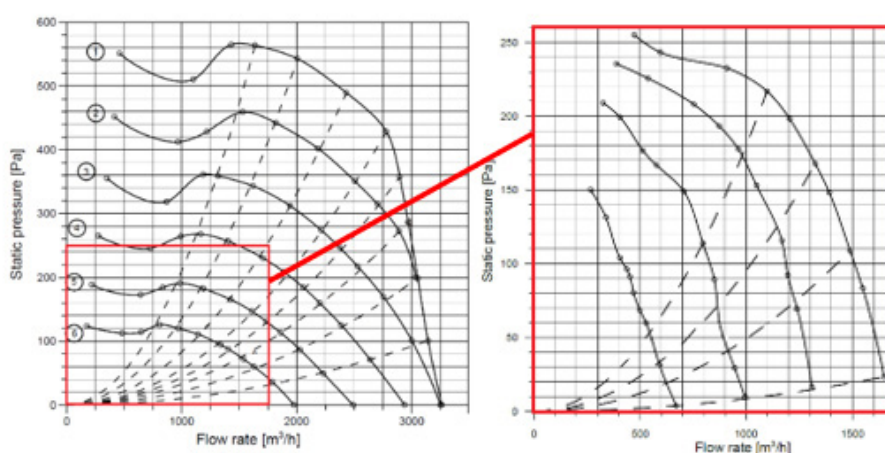

Abb. 29
- 1) Die Leistungskurve des zu ersetzenden Ventilators überprüfen -> sie muss einem Teil der maximalen Leistungskurve des gewählten DDMP-Ventilators entsprechen, wie in der Abbildung 29 gezeigt.